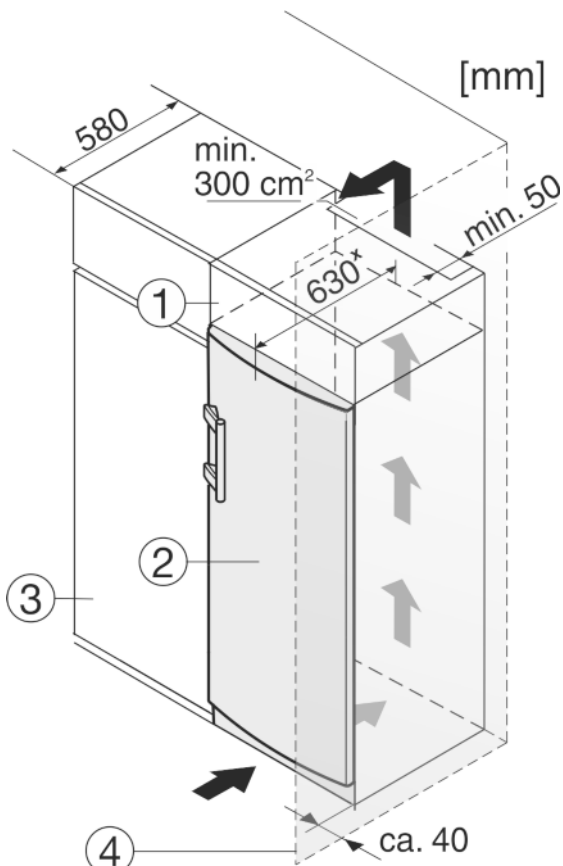

Fig. 12
Устройство может быть окружено кухонными шкафами. Чтобы уравнивать устройство Fig. 12 (2) по высоте с кухонной стенкой, можно установить над устройством дополнительный шкафчик Fig. 12 (1).
При комбинировании с кухонными шкафами (глубина макс. 580 мм) устройство можно установить непосредственно рядом с кухонным шкафом Fig. 12 (3). Устройство выступает сбоку на 34 мм * и по центру на 50 мм * относительно передней стенки кухонного шкафа.
Если устройство установлено на шарнирах у стены Fig. 12 (4), то расстояние между устройством и стеной должно быть не менее 40 мм. Настолько выступает ручка при открытой дверце.